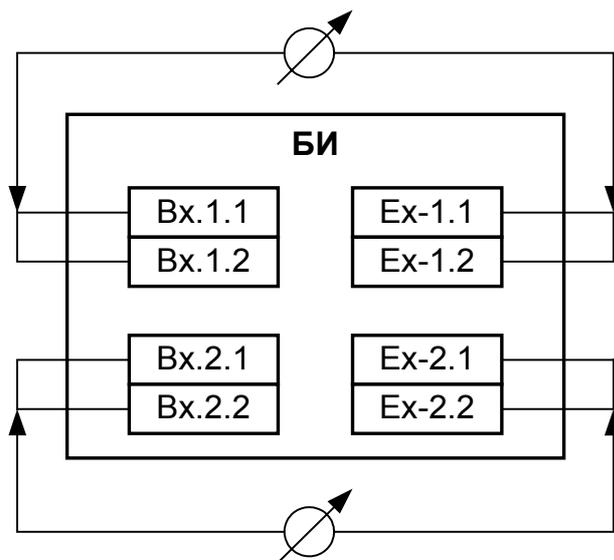

Рис. 6. Схема измерения сопротивления изоляции вход-выход.
- б) для измерения сопротивления изоляции между входами и выходами мегаомметр включается между соединёнными между собой входами <Вх.1.1>, <Вх.1.2> и выходами <Ех-1.1>, <Ех-1.2> – для первого канала, а затем между соединёнными входами <Вх.2.1>, <Вх.2.2> и выходами <Ех-2.1>, <Ех-2.2> – для второго канала (рис.6).